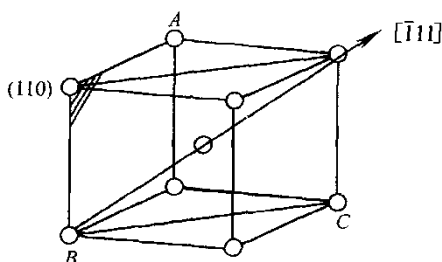

图 1
【答案】体心立方晶胞示意于图 1, 晶胞中的一个滑移系为 $(111)[\bar{1}11]$ 。
【答案】(1) 完全再结晶之后，晶粒沿着片长方向变化如图 1 所示。最窄处无形变或者是变形度极小，不能发生再结晶，退火时晶粒尺寸不变。在较窄处处于临界变形度，变形量约为 2%~10%，储存能少，可以发生再结晶，但是生核率很低，故再结晶后晶粒特别粗大；超过临界变形度，随着变形度增加，再结晶驱动力逐渐增大，故再结晶形核率增大，使晶粒变细。当变形量很大时，要产生再结晶织构，如果再结晶温度较高时，会产生晶粒异常长大，退火后形成异常大的晶粒。
(2) 变形量越大，储存能越高，再结晶驱动力越大，再结晶温度越低。故在较宽处变形度最大，可以首先发生再结晶。